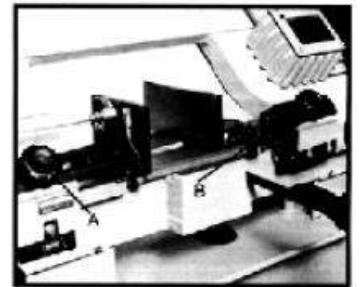

Рис. 6
2. Ослабьте ручку (А. Рис. 6) и болт (В). Сдвиньте направляющие лезвия как можно ближе к материалу, не касаясь среза.